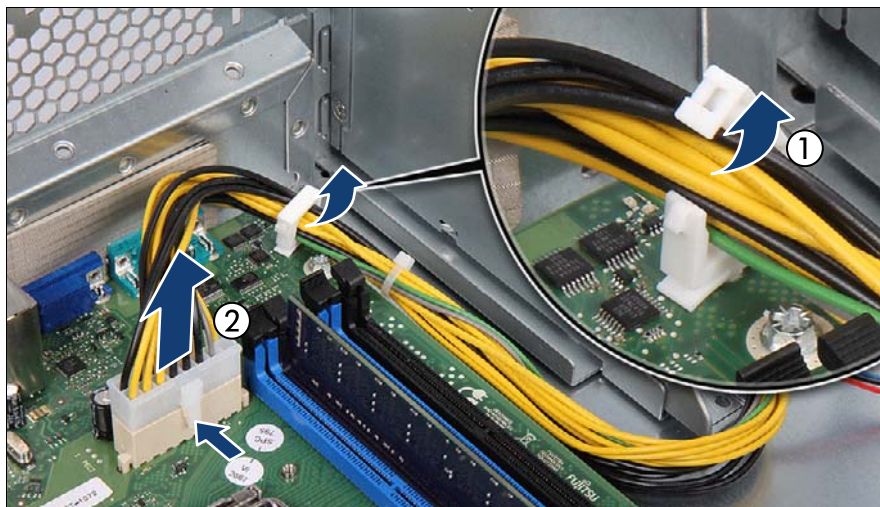

図 25: 電源ケーブルの取り外し (A)
- ▶ 電源ケーブルクランプに電源ケーブルを通します（図 25 を参照）。電源ケーブルクランプを閉じます。